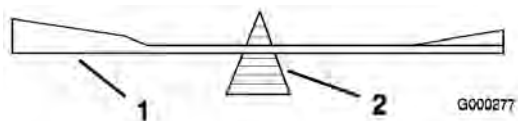
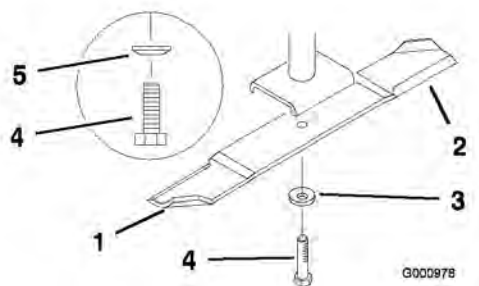

Figure 72
Figure 73
2. Retirez de l'axe le boulon, la rondelle élastique et la lame (Figure 73).
2. Vérifiez l'équilibre de la lame en la plaçant sur un équilibreur (Figure 72). Si la lame reste horizontale, elle est équilibrée et peut être utilisée. Si la lame est déséquilibrée, limez un peu l'extrémité de la partie incurvée seulement (Figure 73). Répétez la procédure jusqu'à ce que la lame soit équilibrée.
1. Placez la lame sur l'axe (Figure 73).
2. Installez la rondelle élastique et le boulon de la lame. Le cône de la rondelle élastique doit être dirigé vers la tête du boulon (Figure 73).